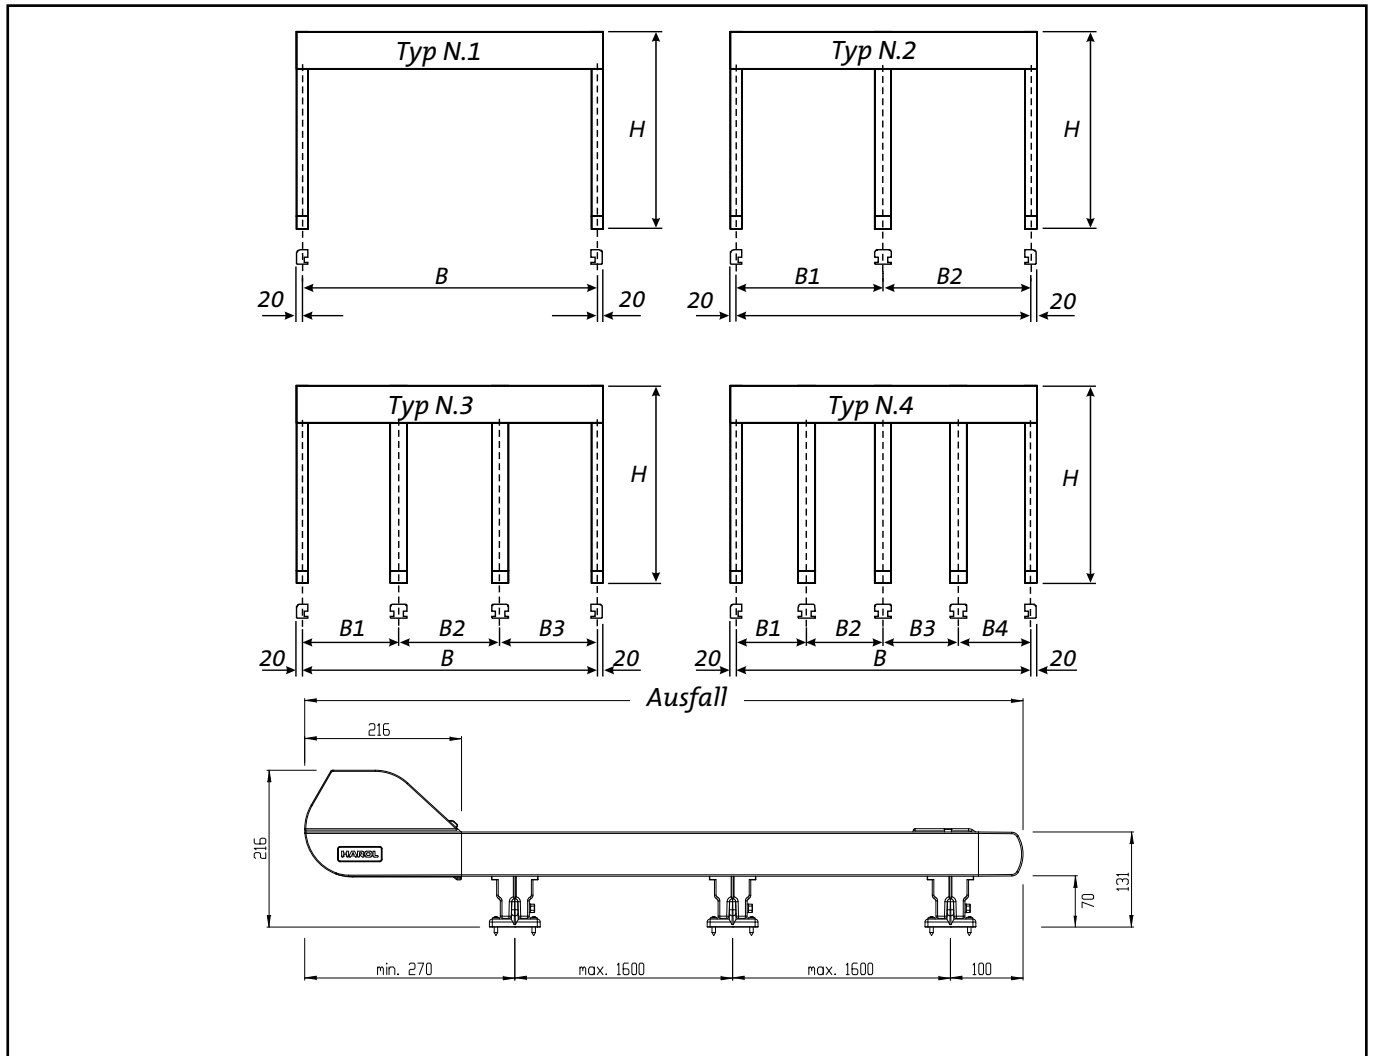

Abb. 14 : Aufmessen und montieren
- Achtung : die Kastenbreite ist stets 40 mm breiter als die Bestellbreite. (Siehe Abb. 14 Seite 9)